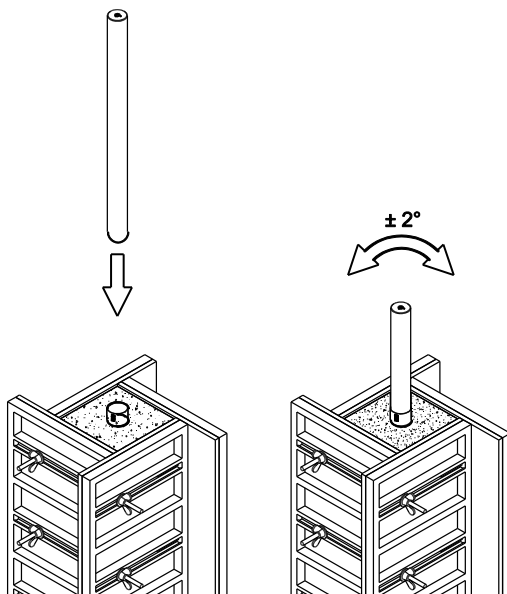

Bild 16. Nivellering av Ingjutningshylsa.
2. Ta bort plastpluggen från Ingjutningshylsan och använd Nivelleringselementet för att säkerställa att hylsan sitter vertikalt, se Bild 16. Angivna toleranser måste följas.